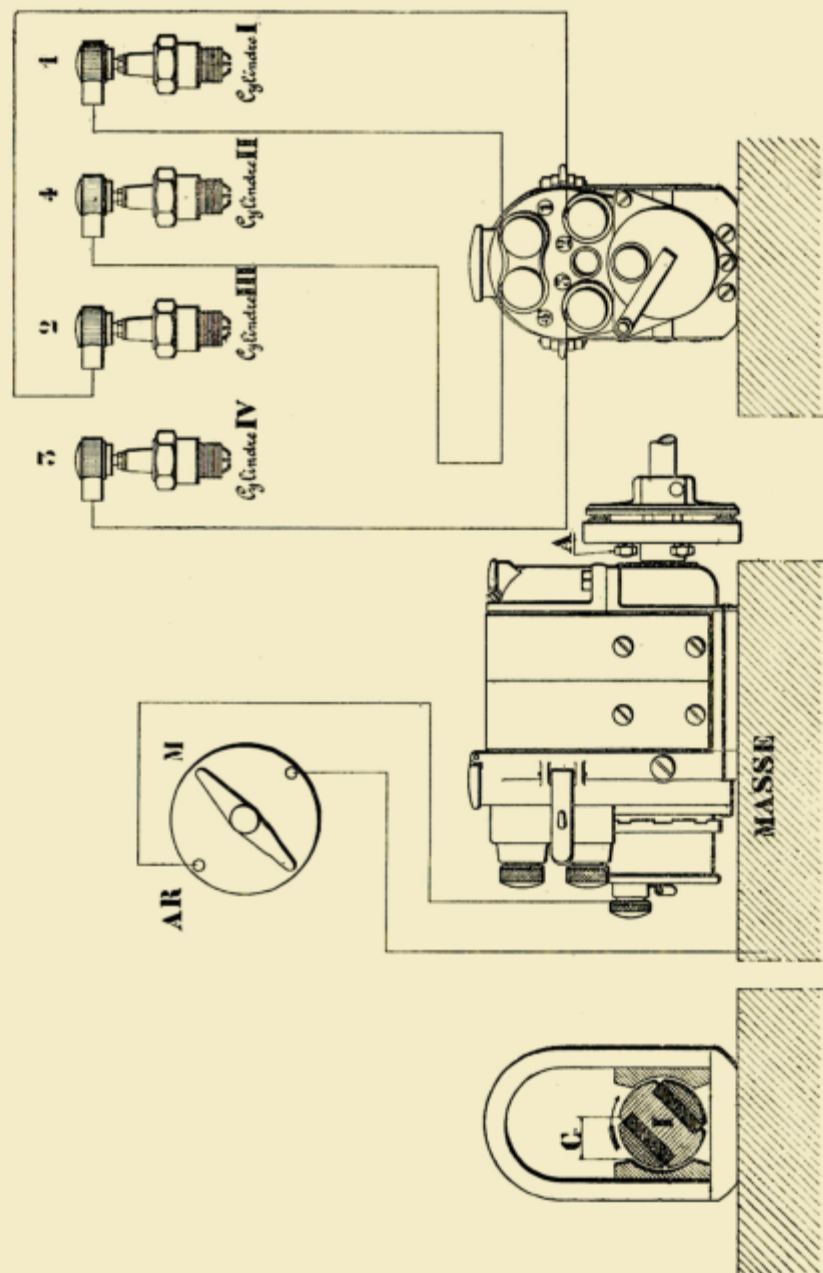

Fig. 5
Allumage (fig. 5).
a) Réglage de la Magnéto (fig. 5)